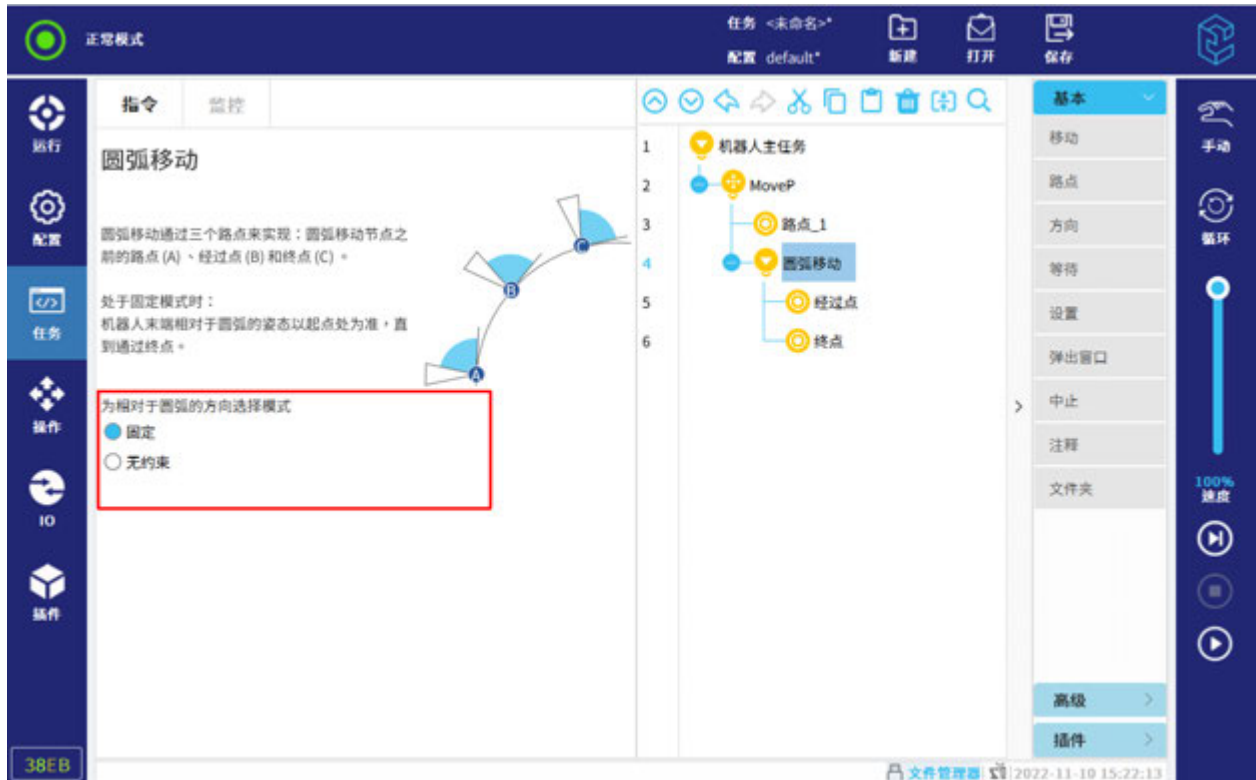

図 12-8 円弧運動
3.  をクリックして、円弧運動を図 12-8 に示すように追加する。